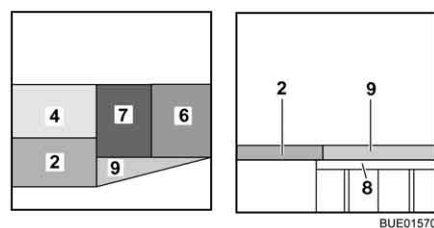

Fig. 155 Depois da transformação
- Coloque o estofa do assento (Fig. 155,7) no meio.
- Coloque o estofa do encosto (Fig. 155,6) entre o estofa do assento (Fig. 155,7) e a parede.
- Coloque o estofa adicional (Fig. 155,9) sobre o acrescento da cama.